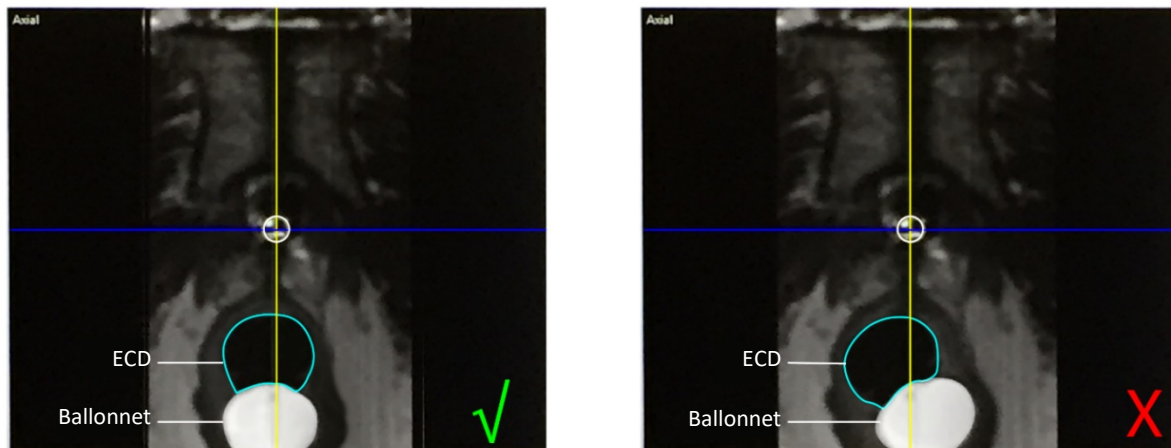

Figure 43 : Centre de la fenêtre de refroidissement
2. Radiologue : vérifier que le placement de l'ECD est idéal (*Figure 43*) :